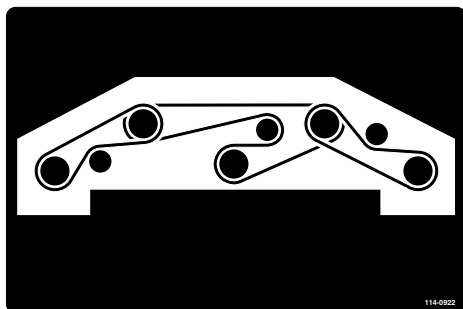

Рисунок 129
8. Обведите новый ремень вокруг шкивов шпинделей и узла натяжного ролика (Рисунок 129).